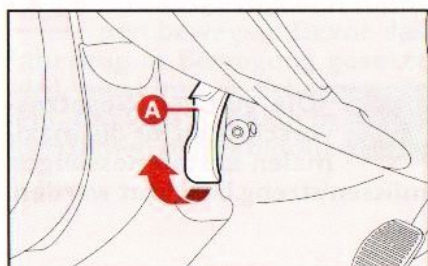

Abb. 133
1) Den Hebel **A**, **Abb. 133** (gelber Farbe) in Pfeilrichtung ziehen.